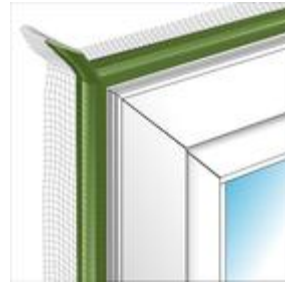

Bild 5: Folie im Eckbereich falten
- Folie knicken und zurückfalten. Die Folie bildet einen in sich geschlossenen Ecküberstand (Bild 5) – nur bei Flex Variante. Bei den Varianten EW+ und EW müssen die Ecküberlappungen ausgebildet werden.